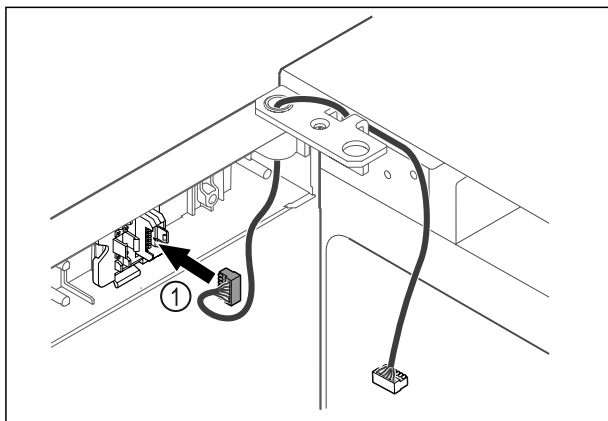

Fig. 40
- ▶ Stekker Fig. 40 (1) in steckerhouder steken.